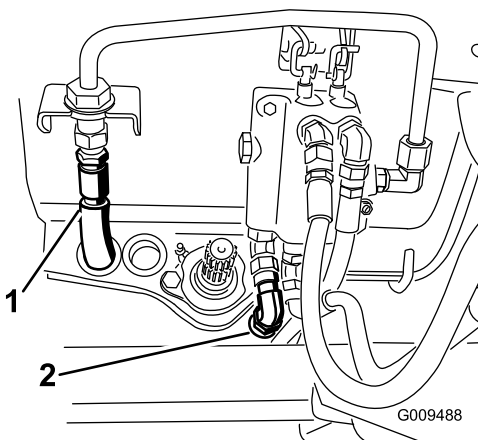

Figura 117
40. Collegate il flessibile idraulico della pressione alla tubazione rigida della valvola e il flessibile del serbatoio alla valvola (Figura 117).